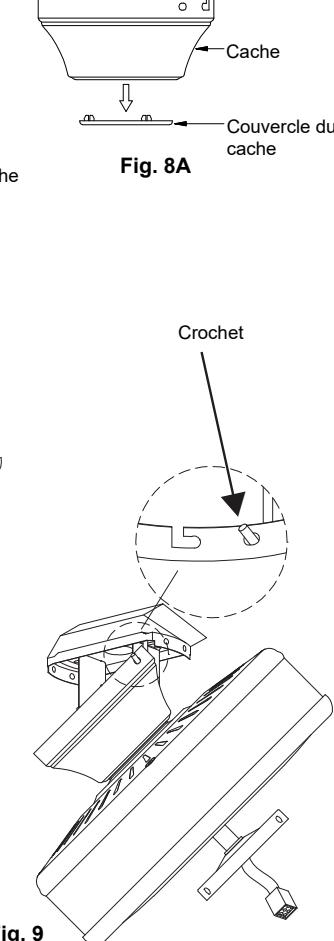

Fig. 9
**Étape 7.** Suspendez le ventilateur sur le crochet du support de suspension. Assurez-vous que le cache est bien verrouillé dans le crochet (**voir la Fig. 9**). Vous pourrez ensuite effectuer les connexions électriques.